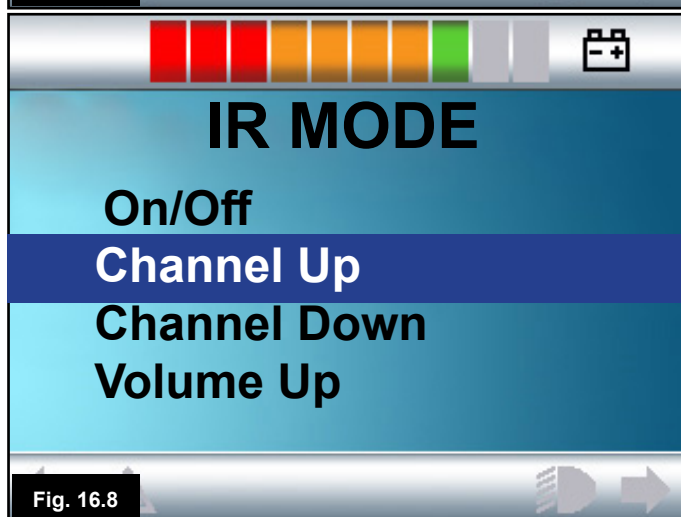

Fig. 16.8
3. Kommandoene for enheten vil vises på skjermen (Fig. 16.8).
4. Velg kommandoen som skal læres. I dette eksemplet TV > Neste kanal (Fig. 16.8).